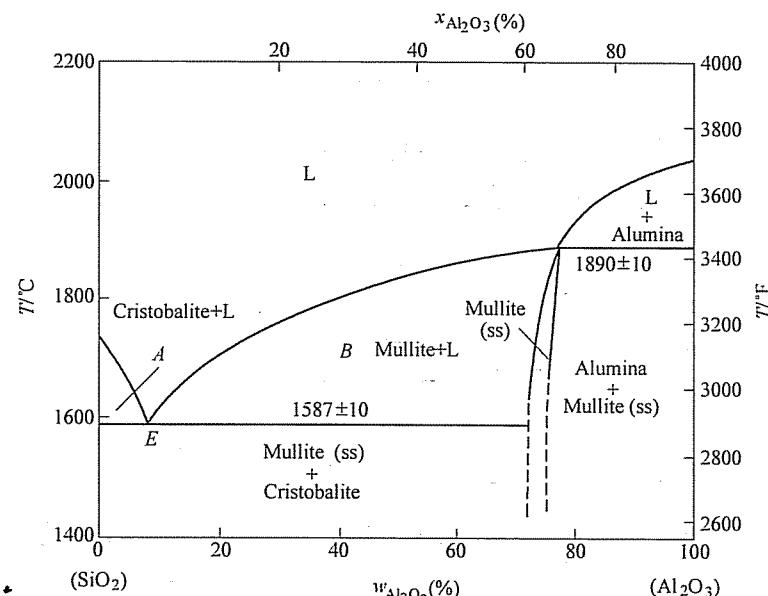

图 9-3 第八题解答图
1. 如图 9-3 所示：A—一方石英和液相；B—莫来石和液相。